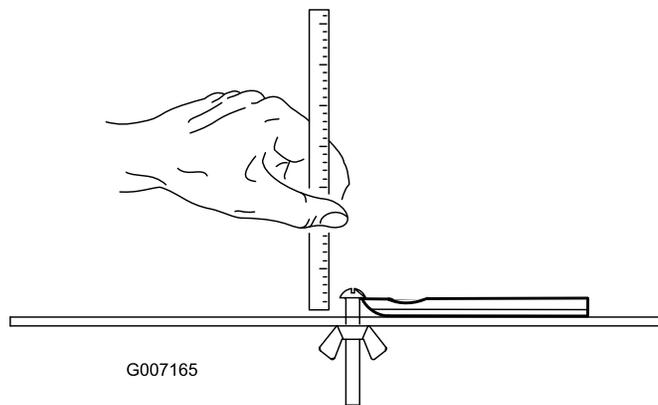

図 29
**注** どのベッドナイフでも、その使用限界はベッドナイフの底面を基準として判断します 図 29。